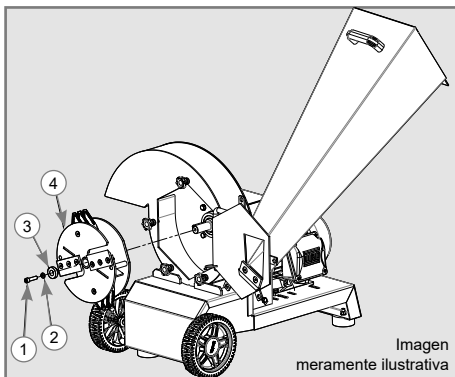

Figura 5
- ✓ Para afilar las cuchillas del TRR 180/190, saque el disco (4):
- ✓ Como se muestra en la figura 5, afloje el tornillo que sujeta el disco (1), retire la arandela de presión (2), el casquillo de sujeción (3) y, de ser necesario, tire del disco (4) hacia fuera con la mano; utilice una palanca para ayudar a extraer el disco.